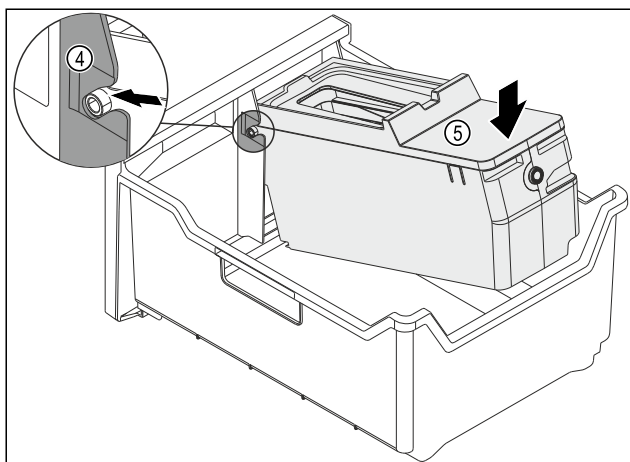

Fig. 125
- ▶ Monter le corps de l'EasyTwist-Ice : Insérer les axes du corps de l'EasyTwist-Ice dans les guides Fig. 125 (4).
- ▶ Appuyer l'arrière du corps de l'EasyTwist-Ice Fig. 125 (5) vers le bas.